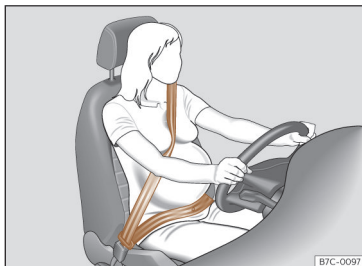

Fig. 24 Colocação da faixa do cinto de segurança no caso das mulheres grávidas.
No caso de **mulheres grávidas**, o cinto de segurança deve passar de forma uniforme sobre o peito e o mais baixo possível na zona pélvica, com a faixa plana para que não pressione o ventre; deve utilizar-se durante toda a gravidez >>> **Fig. 24.**
- No caso de mulheres grávidas, a faixa abdominal do cinto de segurança deve passar o mais baixo possível à frente da zona pélvica, direita e «contornando» o ventre >>> **Fig. 24.**